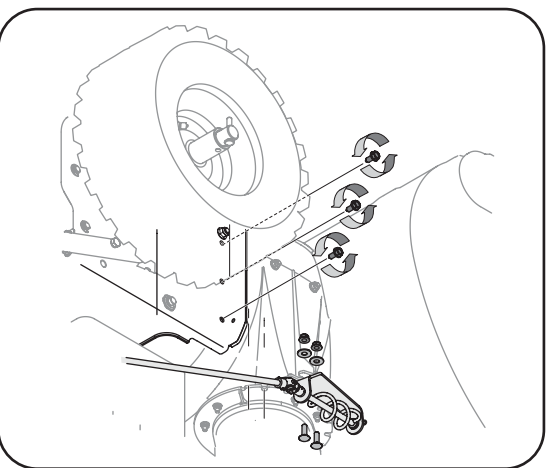

Figure 6-8
1. Débranchez la manivelle de la goulotte en retirant les deux écrous qui maintiennent le support de la goulotte sur l'adaptateur de la goulotte. Voir la Figure 6-8.
7. Utilisez une clé de 1/2 de po pour retirer les trois vis taraudeuses à tête hex. de chaque côté du châssis. Ces vis maintiennent le châssis sur l'habitacle de la tarière. Voir la Figure 6-8.